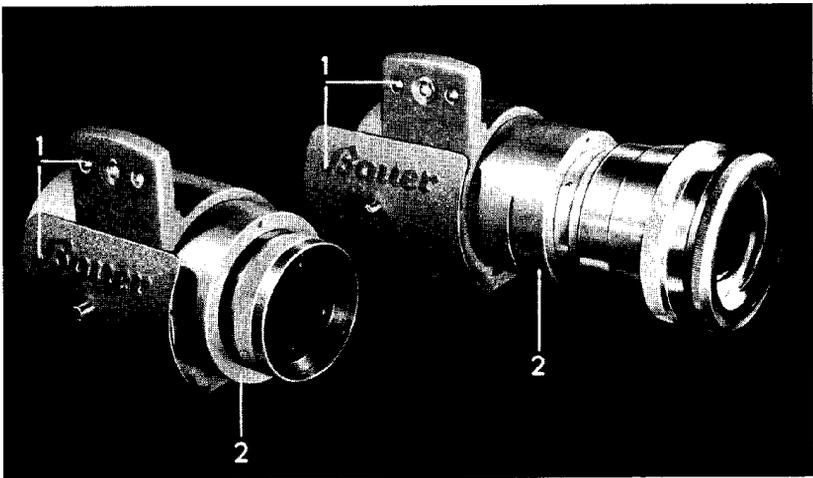

Abb. 26 1 Klemmfassungen und 2 Objektivfassungen der B & B als Auswechselfteile
- den Klemmfassungen mit Lichtschutzblech (Abb. 26, Pos. 1) und
- den Objektivfassungen mit Zwischentuben (Abb. 26, Pos. 2).
Die für Normalfilm, Breitbild oder Cinemascope notwendigen Objektiv- und optischen Gruppen werden in die zylindrischen Objektivfassungen (Abb. 26, Pos. 2) eingebaut. Für alle Filmverfahren, die ohne Entzerrungsvorsatz arbeiten, hat die Objektivfassung einen Innendurchmesser von 80 mm. Ist der Außendurchmesser des Objektivs 62,5 mm, dann muß ein Zwischentubus 62,5/80 mm verwendet werden.